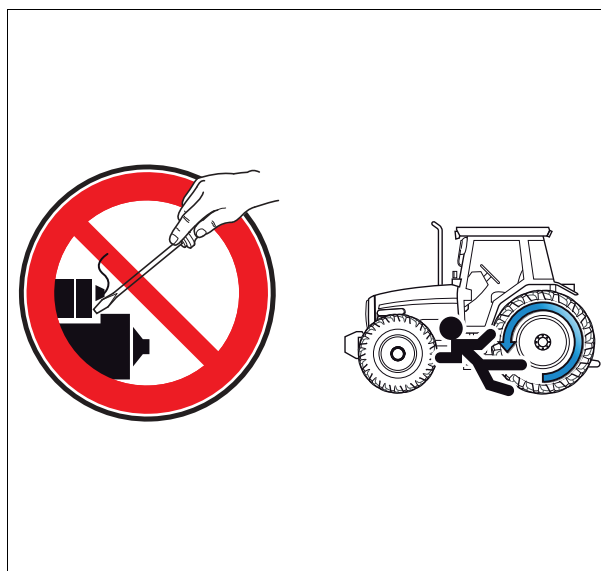

Рис. 1.
*Выполните запуск двигателя при помощи ключа зажигания, находясь в водительском кресле. Не пытайтесь завести двигатель замыканием клемм стартера: трактор начнет движение на передаче, что может привести к серьезной травме или смерти находящихся поблизости людей рис. 1.*